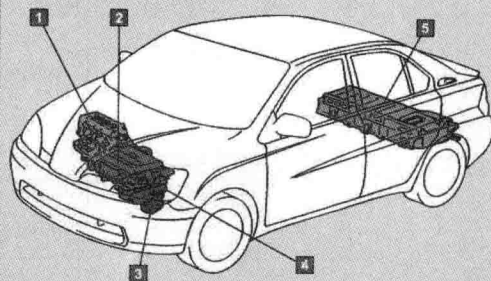

图 1-15 混合动力车
(2) **混合动力车** 混合动力车（图 1-15）英文缩写为 HEV，它装备不同类型的两个驱动系统：汽油/柴油发动机和电动机。车轮驱动系统采用高压电池（如 201.6V），发电机和能量再生为高压电池充电。